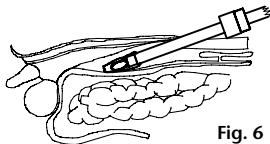

Fig. 6
- Eventualmente applicare un lubrificante sterile sull'estremità distale del sistema palloncino e introdurla attraverso un accesso esistente nello spazio di lavoro extraperitoneale preparato. Sia durante l'introduzione del sistema palloncino che nel corso dell'intervento si raccomanda di prestare attenzione che il palloncino non venga danneggiato da altri strumenti. (Fig. 6)